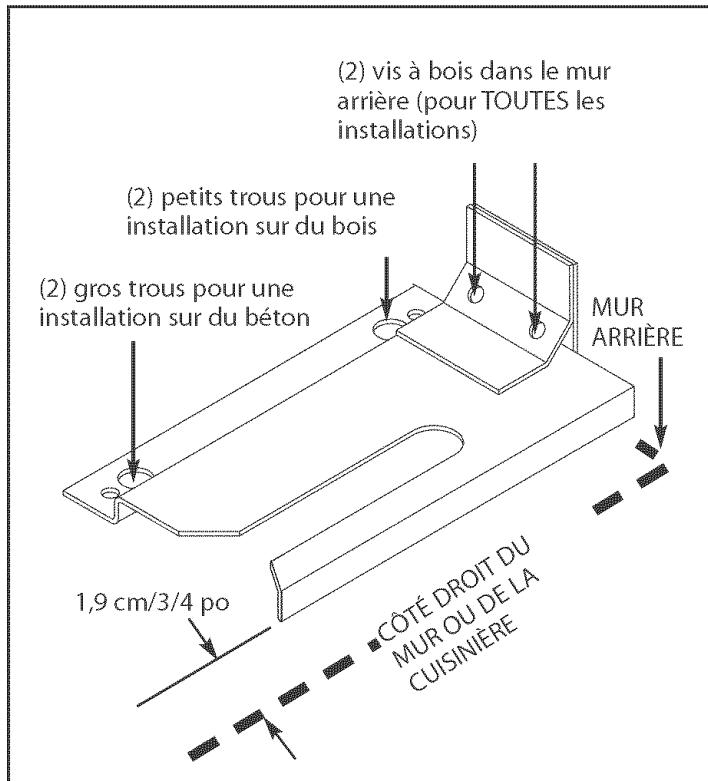

FIG. 13
Placez le support contre le mur arrière, au coin arrière droit où doit être placée la cuisinière. Laissez un espace de 1,9 cm/3/4 po entre le mur (ou paroi latérale de la cuisinière) et le support. Percez (2) trous de guidage de 3,5 mm/1/8 po de diamètre au centre des petits trous. Servez-vous d'un clou ou d'un poinçon si vous ne disposez pas d'une perceuse. Fixez solidement le support au plancher et au mur. Voir Fig. 13.